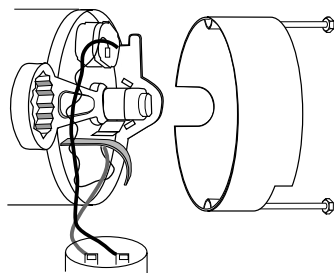

Figure 7
- Si l'impulseur doit être remplacé, desserrer les deux vis à métaux et déposer le carter du moteur (voir la Figure 7).
- Glisser une clé à fourche de 7/16 de pouce derrière le contacteur à ressort côté moteur de l'arbre; immobiliser l'arbre du moteur avec la clé posée sur les méplats de l'arbre, puis dévisser l'impulseur en tournant la clé à gauche lorsque l'on fait face à l'impulseur (voir la Figure 7).